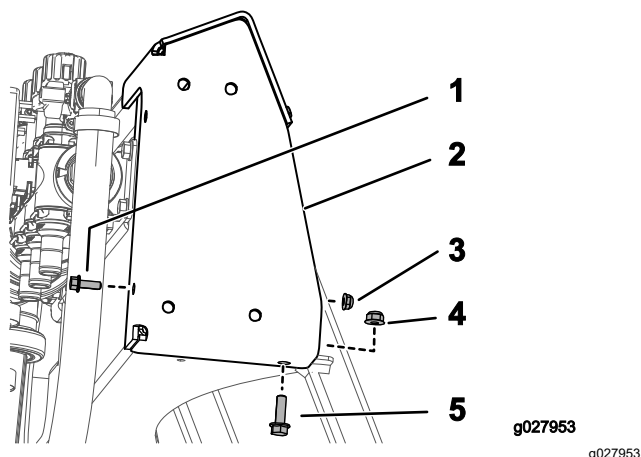

Figure 9
- Montez le support supérieur avec 1 boulon (1/4"-20 x 3/4"), 1 écrou (1/4"-20), 1 boulon Whiz (5/16"-18 x 1") et 1 écrou à embase (5/16"-18), comme montré à la Figure 9.